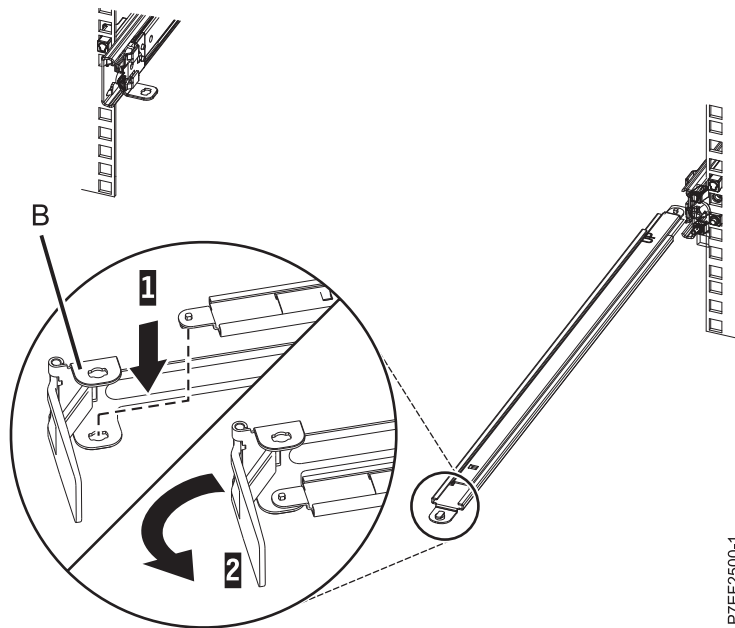

Figure 11. Fixation de l'équerre d'arrêt du bras de routage des câbles au bras de support
- Localisez le trou situé en bas, dans l'angle interne du support d'arrêt de routage des câbles en forme de L (**B**). Placez l'extrémité non fixée du bras de support de sorte que le taquet de verrouillage de la face inférieure de son extrémité s'aligne sur le trou du support. Insérez la languette dans le trou (**1**) et tournez le support (**2**) pour le fixer au bras de support. Pour plus de détails, voir figure 11, à la page 9